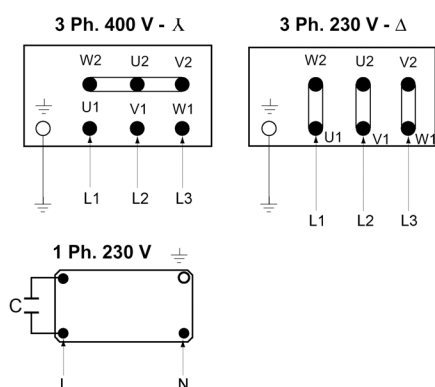

Fig. 4: Alimentazione di rete
- Per l'alimentazione di rete vedi anche fig. 4.